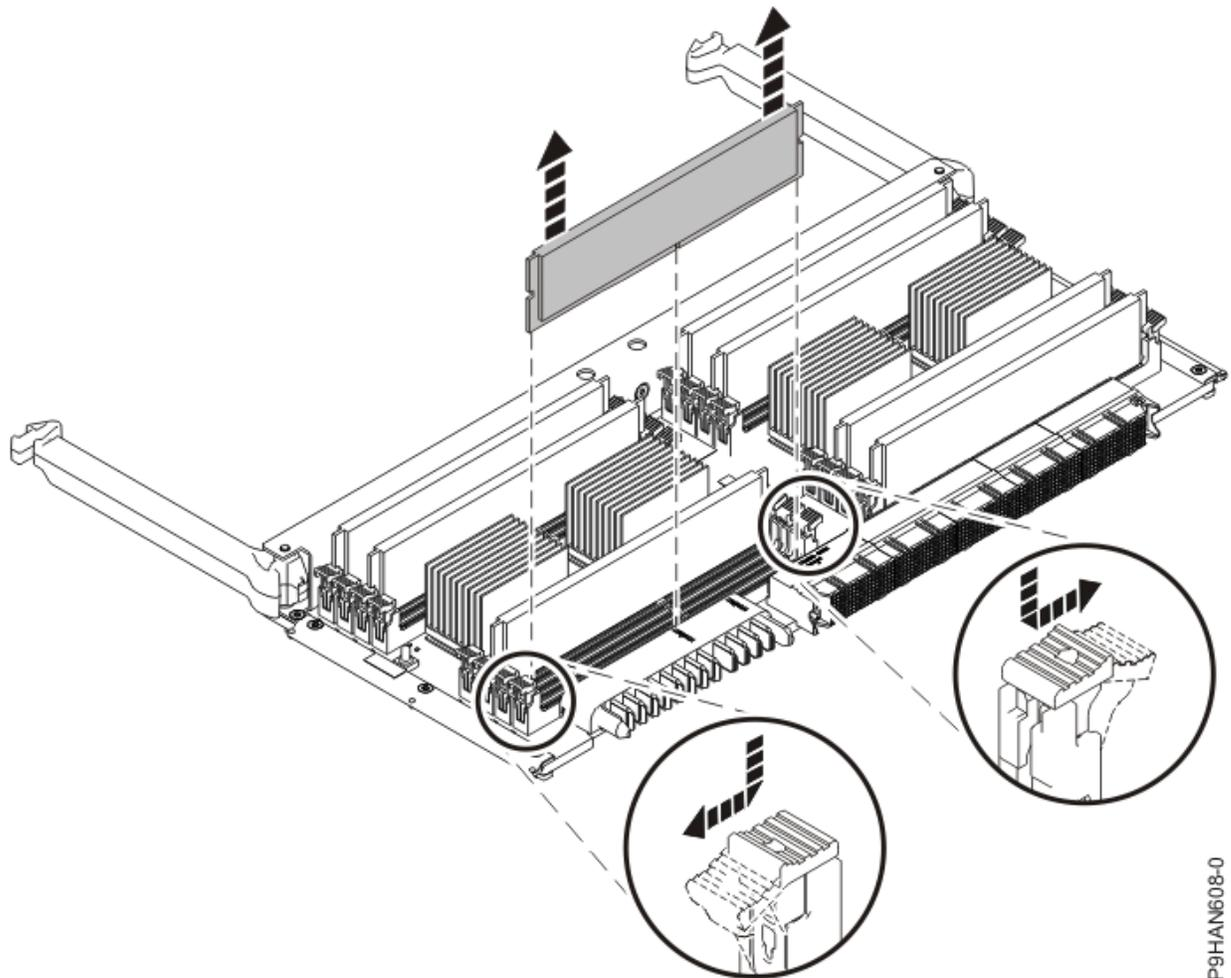

Abbildung 17. Speichermodul ausbauen
3. Um das Speichermodul am Anschluss zu entriegeln, drücken Sie gleichzeitig die beiden Sperrzungen vom Modul in die in Abbildung 17 auf Seite 24 gezeigte Richtung.